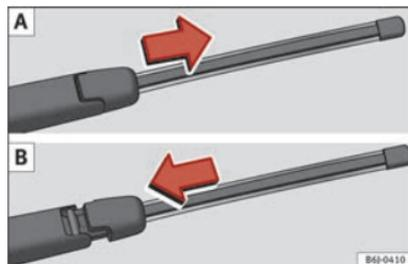

Fig. 172 Retirer et mettre en place le balai d'essuie-glace arrière.
- Faites glisser l'adaptateur du balai dans le sens de la flèche et retirez le balai » » fig. 172 A.
» fig. 172 B puis faites glisser l'adaptateur